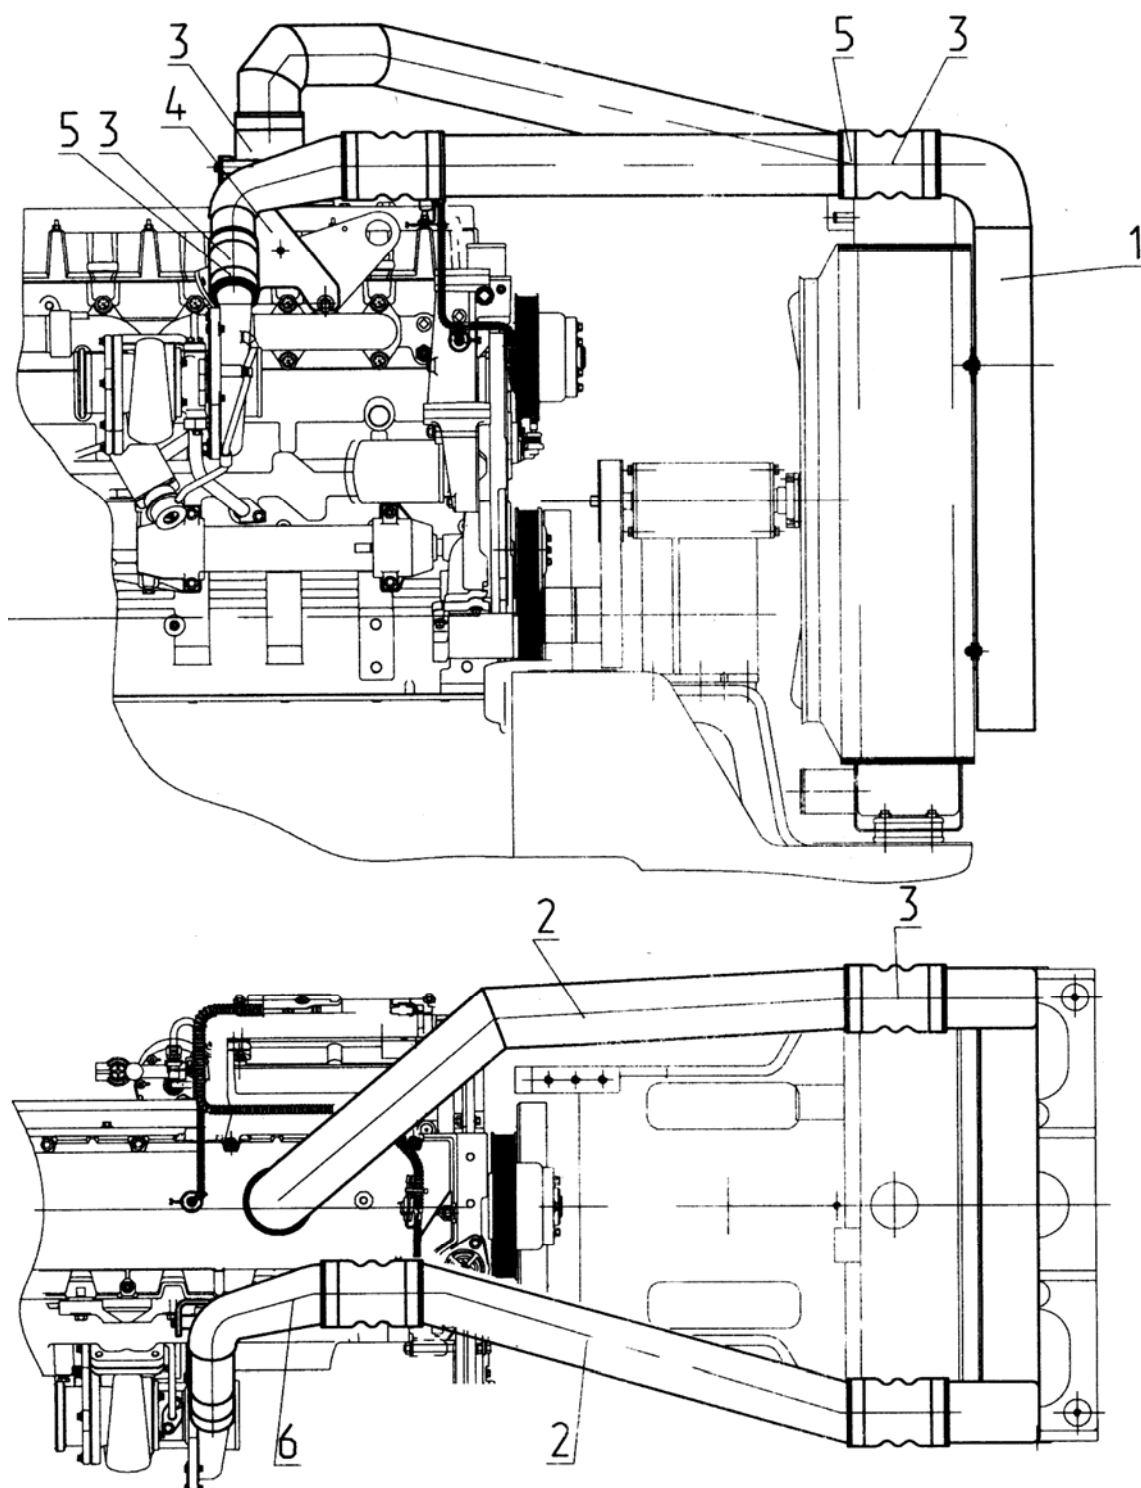

Рис.3.7 Установка охладителя наддувочного воздуха, двигателя DETROIT DIESEL.
- 2) отпустите хомуты (5), (рисунок 3.7), и сдвиньте термостойкие силиконовые патрубки (3) с патрубков охладителя (1);
- 3) отвинтите болты крепления охладителя наддувочного воздуха (1), (рисунок 3.7), к водяному радиатору и снимите охладитель.